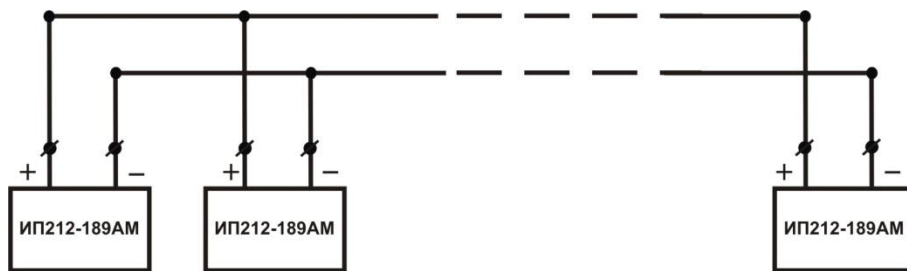

Рис.1
- 5.2. Извещатели могут быть объединены по двухпроводной линии в группу до 38 шт. при максимальной длине шлейфа не более 400 м. При этом срабатывание одного извещателя будет вызывать звуковой сигнал на всех извещателях группы. Объединение производится путем соединения проводов расположенных внутри извещателя с учетом полярности подключения (цветовой маркировки) извещателей. Соединение проводов извещателей с двухпроводной линией (см. Рис.1) производится с помощью соединительных зажимов из комплекта извещателя.